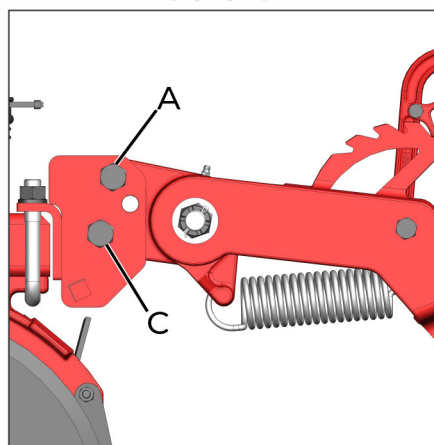

fig. 33
Posición 2: Áreas sistematizadas, sin tapias, donde se utiliza poca presión en el compactador, alinear orificios (A) y (C) (fig. 33).